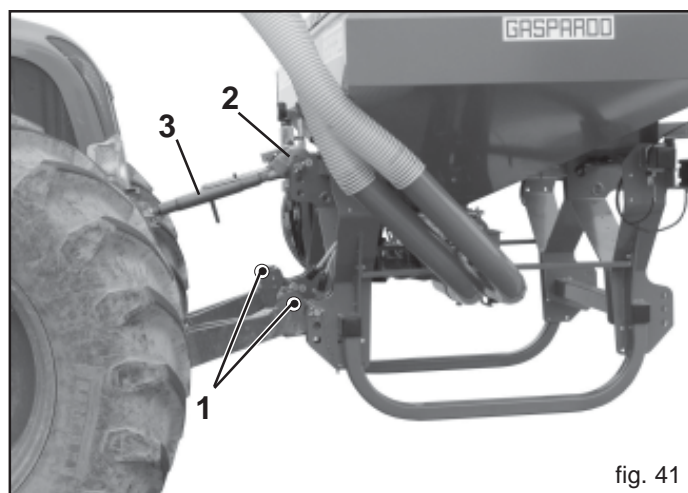

fig. 41
- 1) Enganchar las barras del elevador en los pernos predispuestos (1, Fig. 41). Bloquear con el pasador de muelle.
- 2) Conectar el tercer punto superior (2, Fig. 41); la clavija tiene que bloquearse con el respectivo pasador; a través del tensor de regulación (3, Fig. 41) tratar que la sembradora se encuentre en posición perpendicular al terreno.